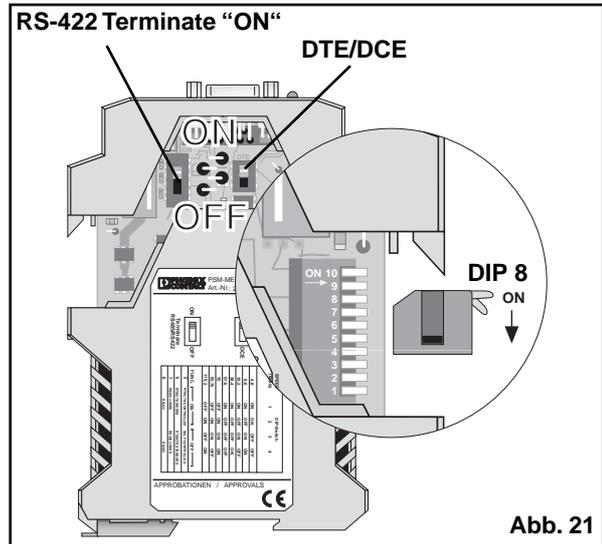

Abb. 21
- 1) Stellen Sie den DIP-Schalter 8 in die Stellung „ON“ um die RS-422-Betriebsart zu aktivieren (Abb. 21).